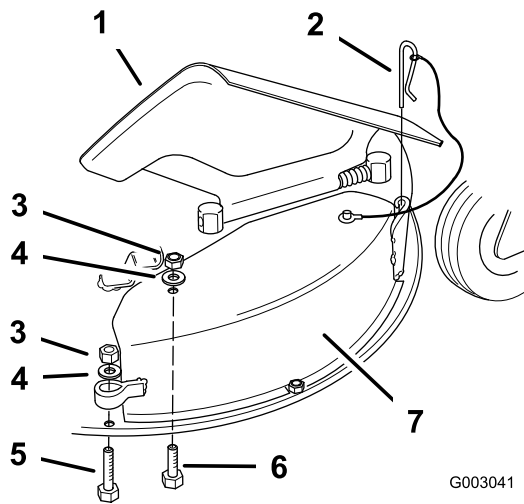

Figura 54
4. Eleve el deflector de hierba y retire el pasador de la parte delantera de la tapa de descarga (Figura 54).
5. Retire la contratuerca, la arandela plana y el perno (5/16 x 1-1/4 inches) que sujetan la parte superior de la tapa de descarga a la parte superior del cortacésped (Figura 54).
6. Retire la contratuerca, la arandela plana y el perno (5/16 x 2-1/4 pulg.) que sujetan el anillo de la parte trasera de la tapa de descarga al anillo de la plataforma (Figura 54).
7. Retire la tapa de descarga del cortacésped (Figura 54).